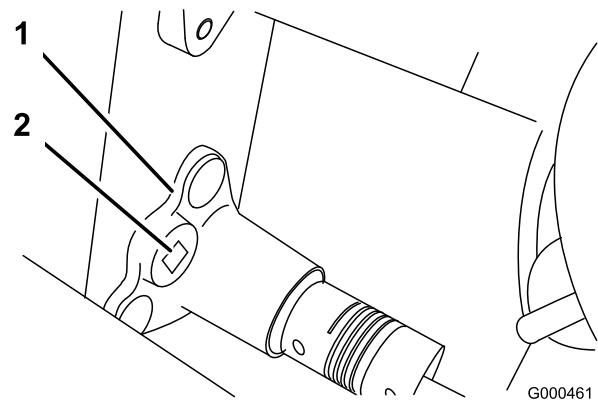

図 44
- B. $3/8$ インチのトルクレンチでベアリング・ハウジングを $0.4\sim0.46$ kg.m のトルクで回転させてベルトを張る（図 44）。